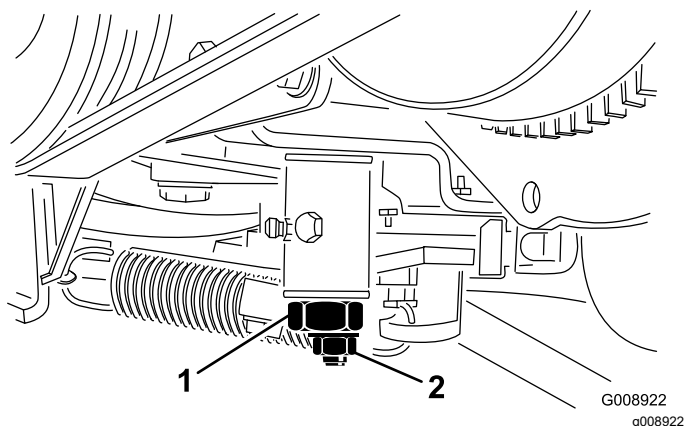

Figura 60
3. Serrate il dado di bloccaggio sulla camma di regolazione della trazione. (Figura 60).